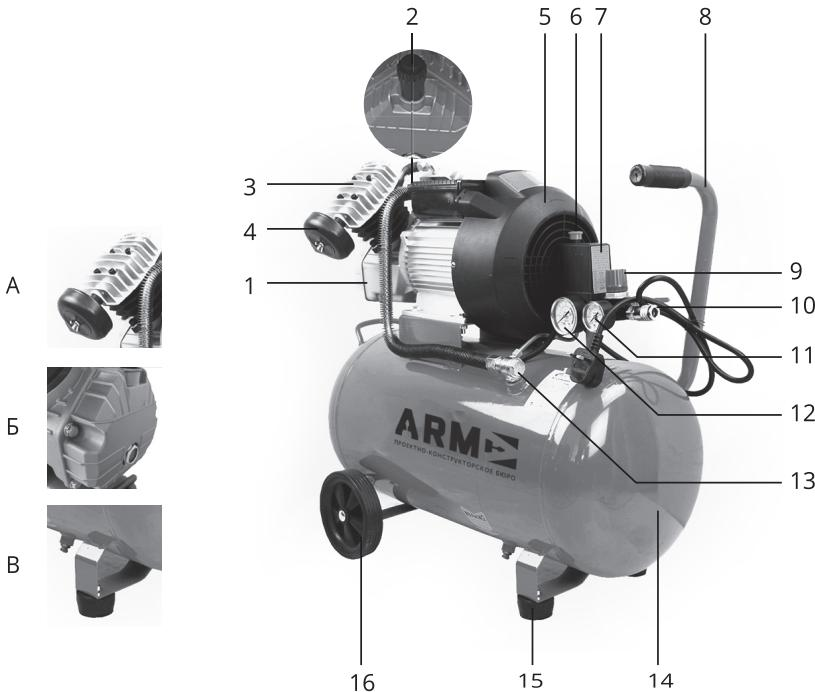

Рис.1
Проверьте уровень масла. Он должен быть на уровне «красной точки» контрольного глазка (см. рисунок 1 Б) или чуть выше него. При необходимости долейте масло, отвинтив сапун 2 (см. рисунок 1) на крышке картера. Помните, что после первых 50 часов работы следует полностью заменить масло.
- Убедитесь, что на компрессоре установлено защитное ограждение 5, и переключатель 6 находится в выключенном положении (см. рис.1 ).
После завершения вышеперечисленных операций компрессор готов к эксплуатации. Проверьте, чтобы переключатель 6 (см. рисунок 1) находился в положении «OFF».
- При первом запуске компрессора, оставьте его поработать на время приблизительно 5 минут с полностью открытыми кранами выпуска воздуха. По истечении этого времени, закройте кран и проверьте, чтобы компрессор нагнетал воздух в ресивер 15 (рисунок 1) и останавливался автоматически по достижении максимального давления, указанного на компрессоре, а также на индикаторе манометра.
- После первых 5 часов работы компрессора проверьте и при необходимости подтяните винты головок цилиндров компрессорной группы 3 (см. рис. 1). В результате теплового расширения металла цилиндров компрессора затяжка винтов может быть ослаблена. Для предотвращения срыва витков резьбы в цилиндрах компрессора, при затягивании винтов не прилагайте чрезмерного усилия.
**ВНИМАНИЕ!** Реле давления (прессостат) 7 (рис. 1) отрегулировано изготавителем, и не должно подвергаться регулировкам со стороны пользователя.
При помощи регулятора давления 9 (рисунок 1), установите требуемое значение: при повороте ручки по часовой стрелке давление увеличивается, при повороте против часовой стрелки - уменьшается.
Значение давления указано на манометр 11 (рисунок 1).
Для быстрого и полного слива масла из картера 1 (см. рисунок 1 ), смену масла проводите пока компрессор не остыл.
- Отвинтите сливную пробку (см. рисунок 1 Б) и слейте масло в емкость